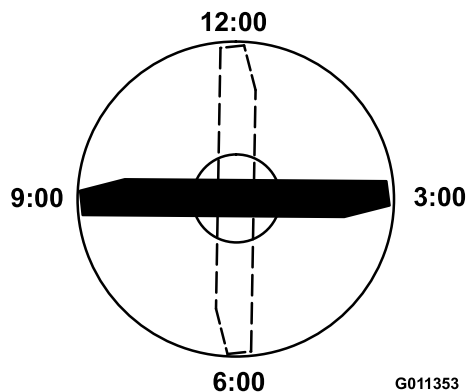

Bild 72
4. Positionieren Sie die Schnittkante der markierten Messerseite in die 12-Uhr-Stellung (geradeaus in Mährichtung) (**Bild 72**) und messen die Höhe vom Tisch bis zur Schnittkante.
5. Drehen Sie die markierte Seite des Messers auf die 3- und die 9-Uhr-Stellung (Bild 72) und messen die Höhe.